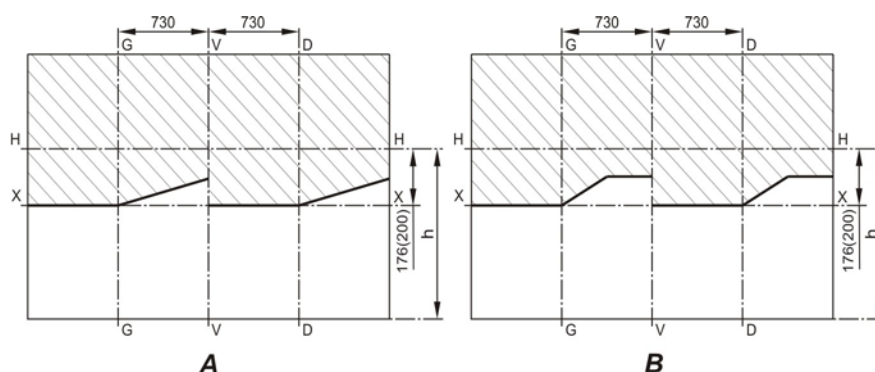

Рис. 8.4. Разметка экрана для регулировки фар:
- установить ненагруженный автомобиль на ровную горизонтальную площадку на расстоянии 10 м от экрана (рис. 8.4);
У отрегулированных фар горизонтальный участок светотеневой границы должен совместиться с линией  $X—X$  (рис. 8.4А, 8.4В), наклонные участки светотеневой границы должны соответствовать рис. 8.4А (с маркировкой на рассеивателе «AL») и рис. 8.4В (с маркировкой на рассеивателе «OCBAP»), а точки пересечения горизонтального и наклонного участков светотеневой границы – с линиями  $G—G$  и  $D—D$ .